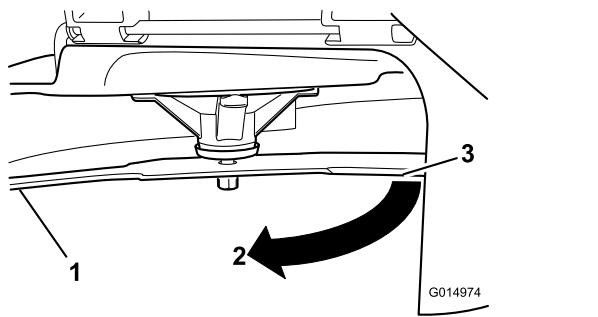

Figura 78
3. Distancia medida entre la cuchilla y la superficie (A)
4. Gire la misma cuchilla 180grados de manera que el otro extremo esté en la misma posición (Figura 78).